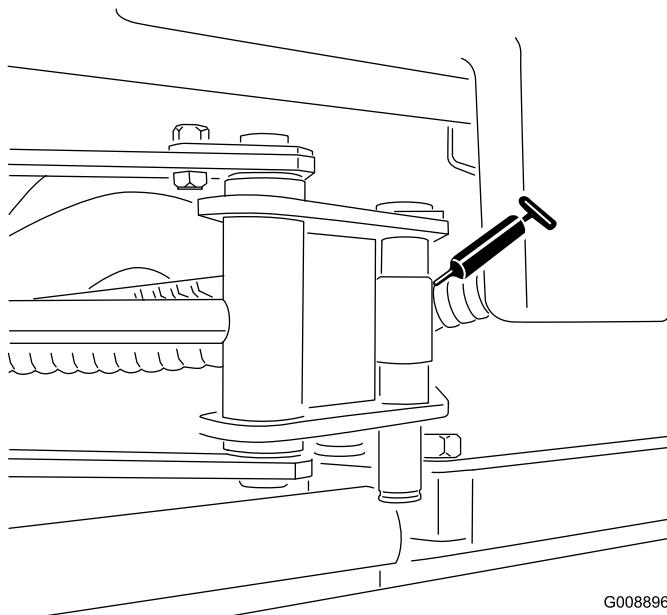

Figura 49
- Extremos de los cilindros del SideWinder (2; modelo 03206 solamente) (Figura 49)